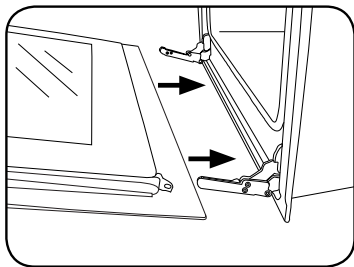

Fig. 36
- Encaixar as fendas da porta nas dobradeiras do produto (fig. 36).